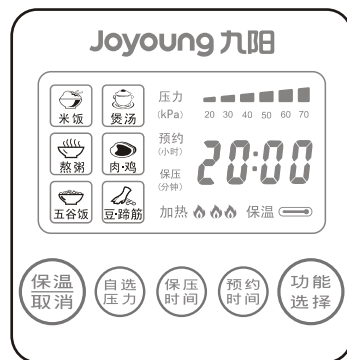

图10
- 1、接通电源，机器“嘀”一声长鸣同时显示“--:--”，约1秒钟后功能指示灯开始循环显示表示机器进入待机状态，此时可按下“功能选择”键选择相应的功能，选定功能7秒钟后加热灯点亮开始工作。同时显示相应的工作压力及保压时间。进入工作状态后，如想取消先前的烹饪功能，可以按“保温/取消”键返回待机状态，再重新选择你所需的烹饪功能。功能键布局如图10所示。